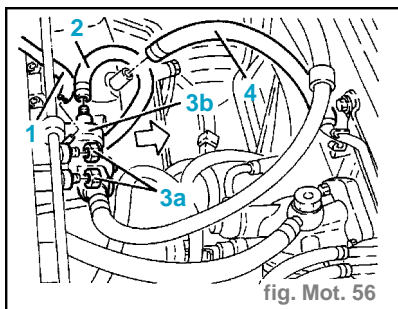

fig. Mot. 56
- Déconnecter la connexion électrique (2) de l'électrovalve EGR.
- Déconnecter la connexion électrique (3) de l'interrupteur thermique.
- Déconnecter la connexion électrique (4) du réchauffeur du combustible.
- Détacher du tube du collecteur de retour (1) du combustible le tube de retour des électro-injecteurs. (fig.Mot.56)